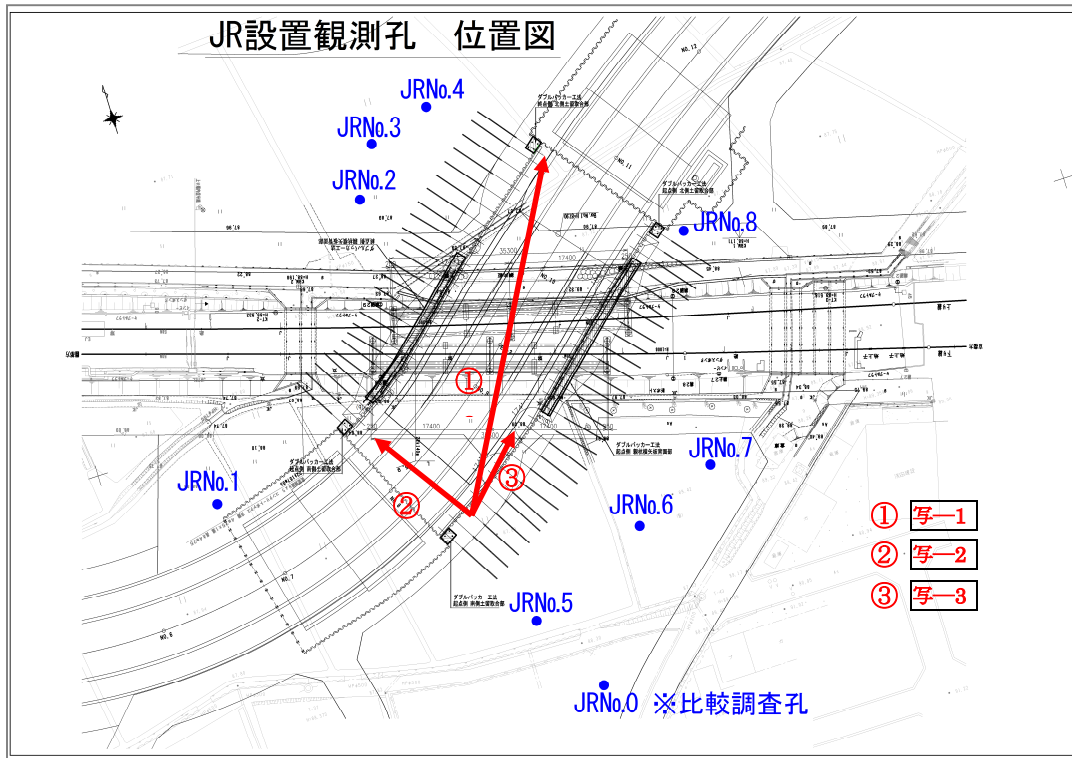

图 2-3-13 写真撮影位置図
(1) 施工の状況（写真撮影方向は、図 2-3-13 参照）